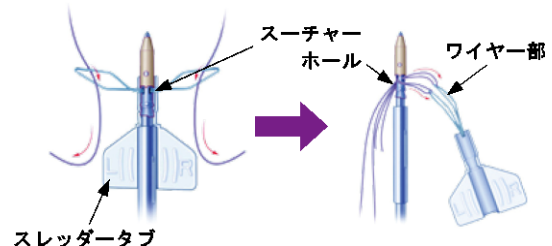

図 1
3. 軟部組織に貫通させた縫合糸が互いに絡んでいないかを確認します。あらかじめ取り付けられている附属のスレッダータブを用いて、軟部組織に貫通させた縫合糸をアンカーに搭載します（図 1）。